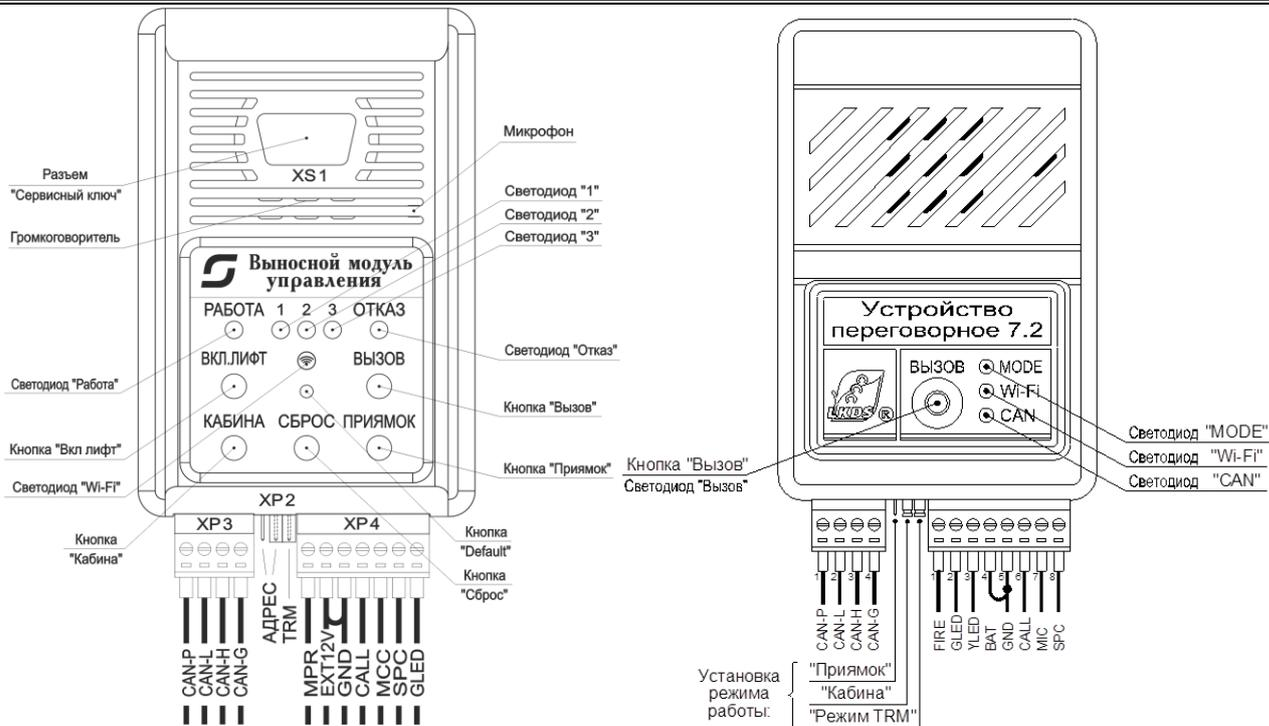

Рисунок 1 – Внешний вид блока ВМУ и УП7.2
ССЛЦ состоит из блока ВМУ и переговорных устройств (см. рис.1).
2. Оптоадаптер 12-110 В использовать при наличии потенциального сигнала (постоянного тока) режима перевозки пожарных подразделений (фаза 2) значением 12 ... 110 В (см. рис.1 Приложения Б).